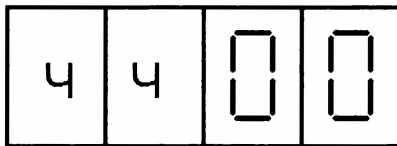

Рис. 10
8. Затем, нажав на кнопку SB2 "Выбор", выводят на индикаторы цифры ранее установленных часов и нули на индикаторах минут — ЧЧ00 (рис. 10),